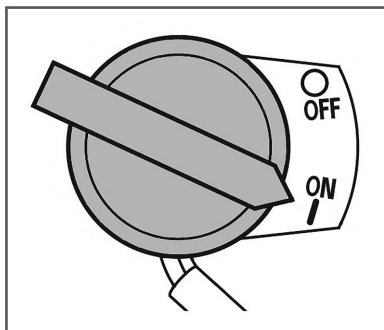

Рис. 10 Выключатель зажигания
5. Выключатель зажигания переведите в положение «ON» (Включено) (Рис. 10).
При возникновении аварийной ситуации, для экстренной остановки двигателя виброплиты переведите выключатель зажигания двигателя в положение «OFF» (ВЫКЛЮЧЕНО) (Рис. 10).
- Переведите выключатель зажигания в положение «OFF» (ВЫКЛЮЧЕНО) (Рис. 10).